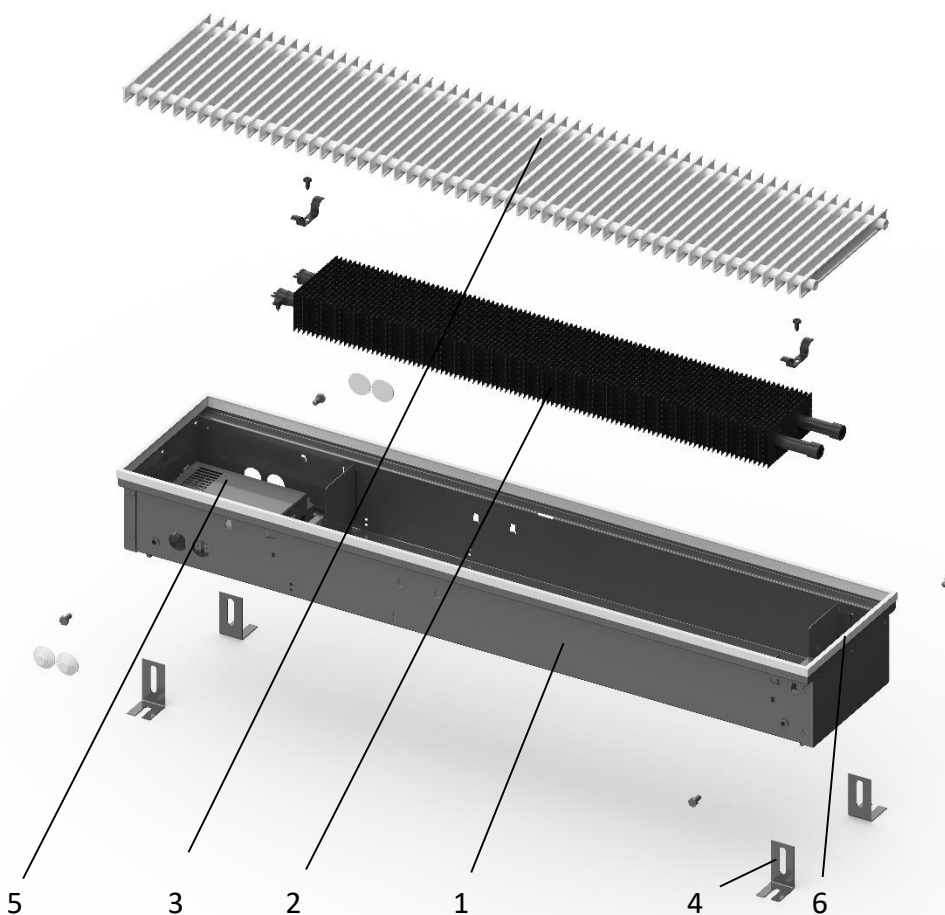

Рис.1
4.1. Каждая конвектор или секция имеет следующие основные части (см. рис.1):